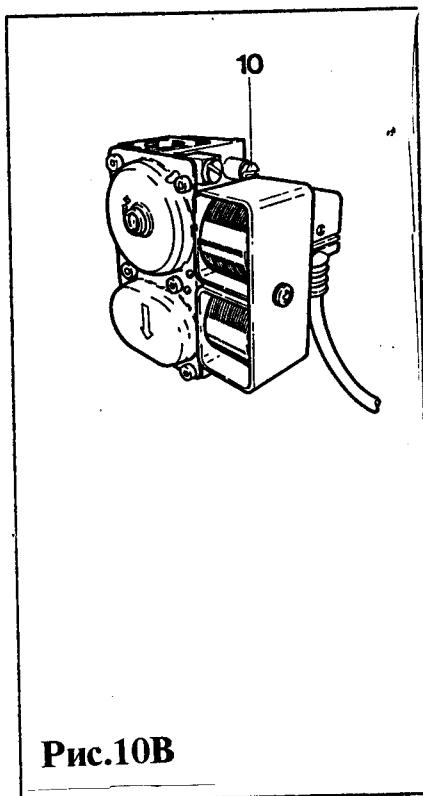

Рис.10В
- Отсоединить U-образный манометр и завернуть винт с уплотнением в штуцеры для измерения давления (10, рис. 10В).